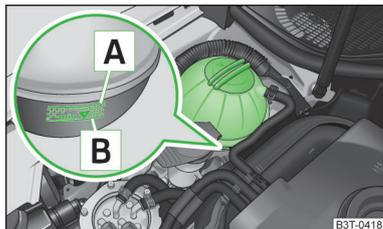

Fig. 137
Para rellenar, utilizar solamente aquel líquido refrigerante cuya designación se encuentre en el depósito de compensación del líquido refrigerante » fig. 137 de la página 159.
- No rellenar el depósito de líquido refrigerante por encima de la marca **A** » fig. 137 de la página 159.
El depósito de compensación de líquido refrigerante se encuentra en el vano motor » fig. 137.
**Descripción de la imagen** » fig. 137
➤ Comprobar el nivel de líquido refrigerante en el depósito de compensación del mismo » fig. 137.
Cuando el motor en funcionamiento, el resultado de verificación puede ser inexacto. El nivel también puede estar sobre la marca **A** » fig. 137.